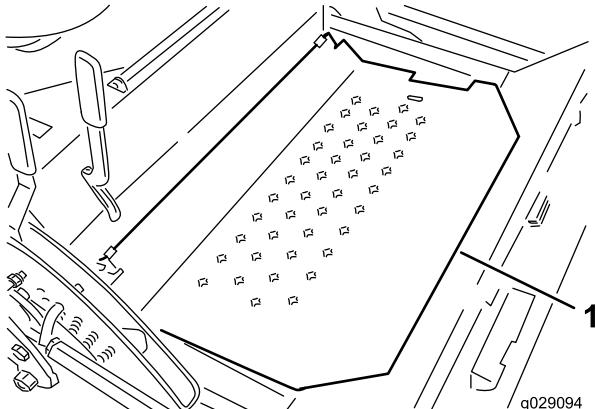

Figure 86
42. Relevez et ouvrez le panneau de plancher (Figure 86).